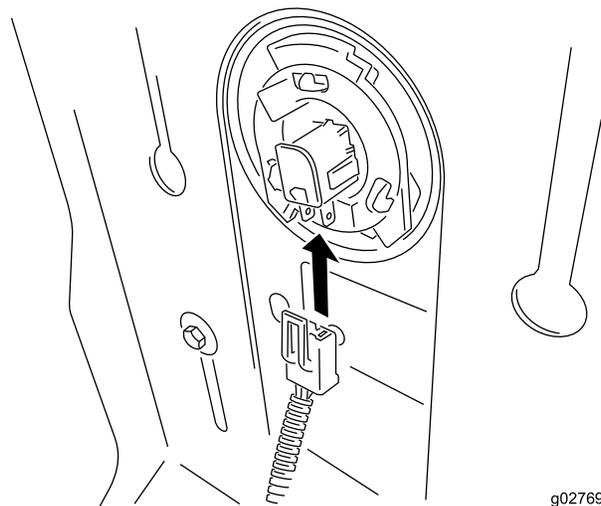

Figura 3
5. Collegate l'interruttore del sedile (Figura 3).